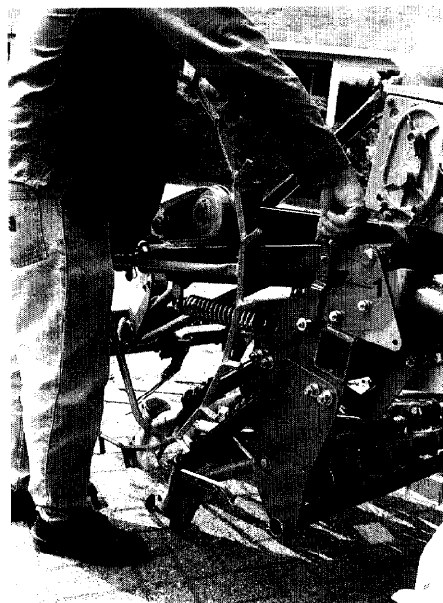

Fig. 55
2. De zwenkbare aandrijving vasthouden, aan hendel (fig.55/1) trekken en het aandrijfwiel in de werkstand neer zetten.
De zwenkbare aandrijving omhooglichten en met het hendel (fig.55/1) vastzetten.